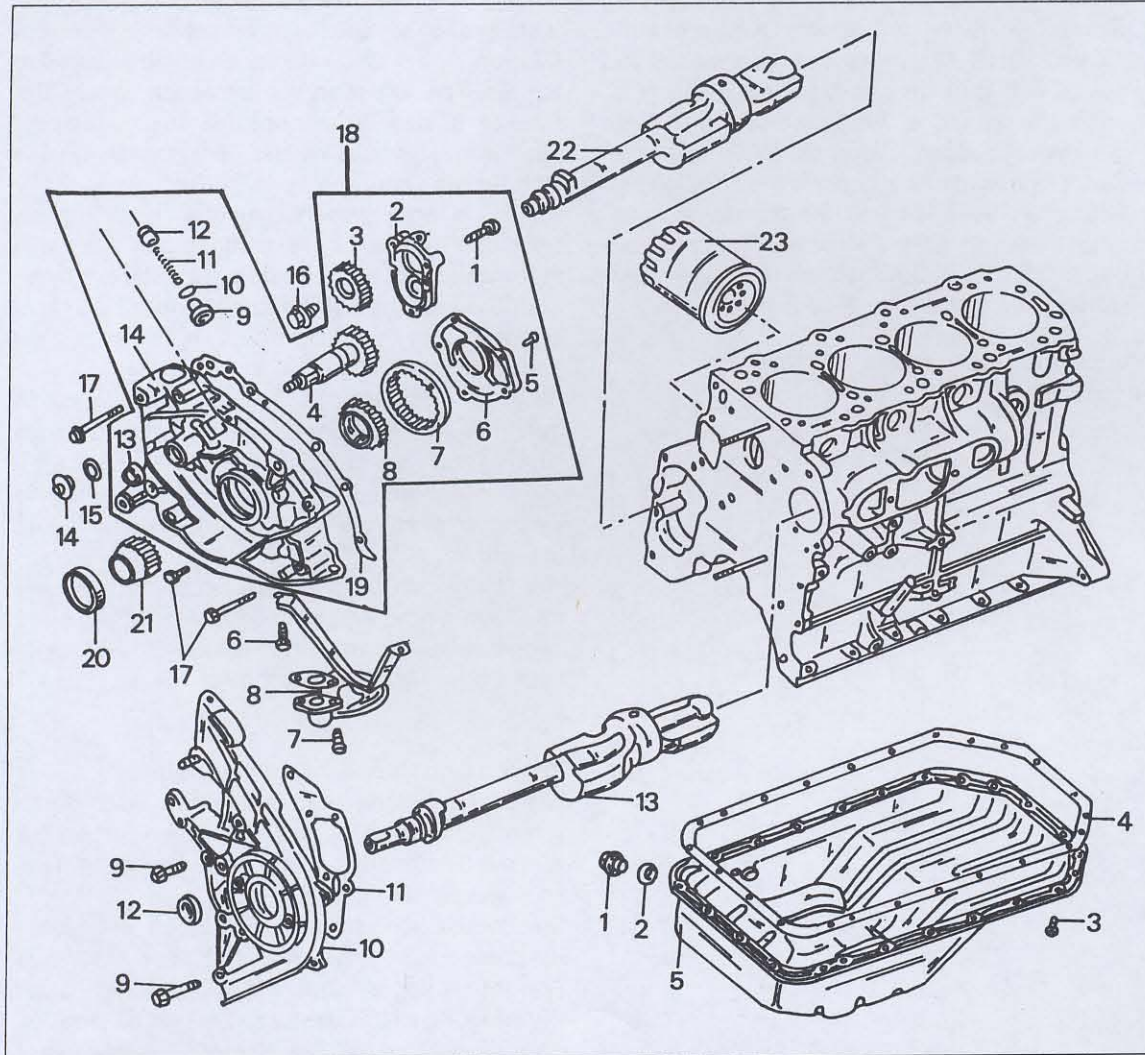
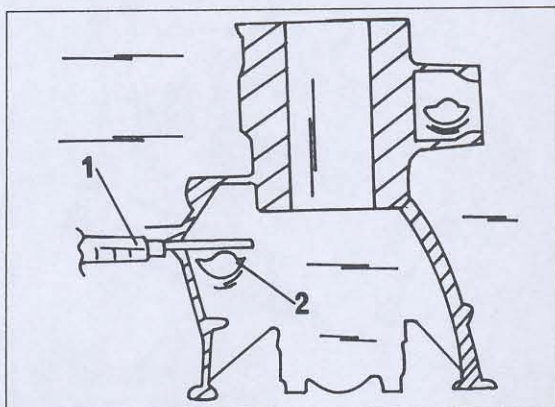

Bild 40
Bild 41
- Das vordere Gehäuse, die Ausgleichswellen und die Ölpumpe folgendermassen unter Bezug auf Bild 40 ausbauen:
- Das vordere, obere Gehäuse (10) abschrauben und die Dichtung (11) abnehmen. Sofort den Wellendichtring (12) von der Rückseite aus dem oberen Gehäuse ausschlagen. Die linke Ausgleichswelle herausziehen.
- Den Stopfen (14) aus dem vorderen, unteren Gehäuse (18) herausdrehen und einen Schraubenzieher mit einem Klingendurchmesser von 8 mm in die Bohrung einsetzen, wie es in Bild 41 gezeigt ist. Die Befestigungsschraube (16) des Antriebsrades der Ausgleichswelle lösen. Wenn die Welle in der in Bild 41 gezeigten Lage steht, wird sie gegen Mitdrehen gehalten und die Schraube kann gelöst werden. Das Riemenrad mit zwei an gegenüberliegenden Stellen untergesetzten Hebeln von der Welle abdrücken.
- Die Schrauben (17) lösen und das Gehäuse (18) abschrauben. Sieben Schrauben müssen dazu gelöst werden.
- Das untere Gehäuse in die in Bild 40 gezeigten Teile zerlegen. Darin inbegriffen sind die Ölpumpe, das Riemenrad der Ausgleichswelle, das Überdruckventil der Ölpumpe und die beiden Öldichtringe. Das Ölabsaugsieb von der Unterseite des Kurbelgehäuses abschrauben. Falls die beiden Ölpumpenzahnräder ausgebaut werden, müssen sie vor dem Herausnehmen an gegenüberliegenden Stellen mit einem Körner gezeichnet werden, damit man sie wieder in der ursprünglichen Stellung einsetzen kann. Die Dichtungen (11 und 12) können sofort weggeworfen werden, da man sie erneuern muss. Der Deckel für das Riemenrad der Ausgleichswelle kann abgeschraubt werden, um das getriebene Rad für die Ölpumpe auszubauen.